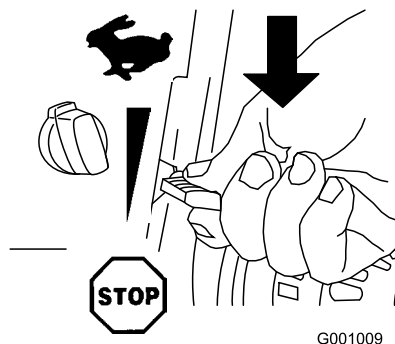

Figura 30
1. Portate l'acceleratore in posizione Stop (Figura 30).